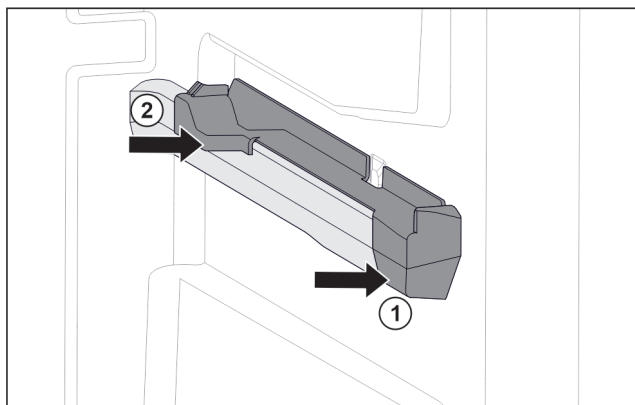

Fig. 115 Tillsats på den högra behållarens galler
- Sätt på tillsats i fram på behållarens galler. Fig. 115 (1)
- Tryck fast tillsats i bak. Fig. 115 (2)